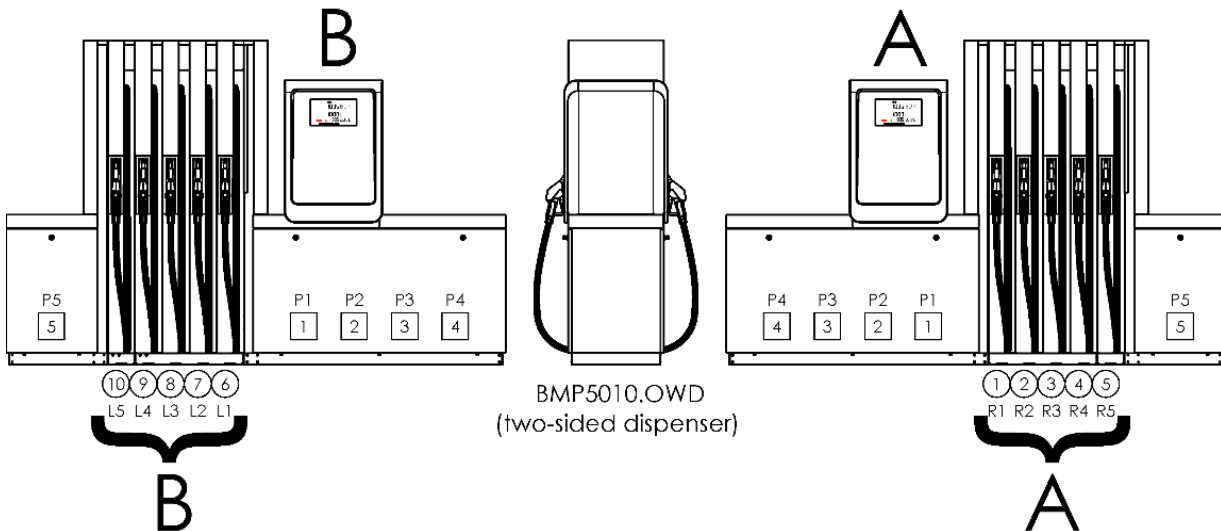

Abbildung 24 – Beispiel für eine standardmäßige Zapfsäule mit zwei Abgabestellen A und B (zwei zeitgleiche Abgaben, zwei Hauptanzeigen)
**ANMERKUNG** Die Abgabestelle einer Zapfsäule wird als Ort definiert, an dem eine unabhängige Kraftstoffabgabe (ein Tankvorgang) erfolgen kann. Standardmäßig verfügt eine doppelseitige Zapfsäule über zwei Abgabestellen – A und B (siehe Abbildung 24), eine einseitige Zapfsäule über eine Abgabestelle - A. Es gibt aber auch Varianten von Zapfsäulen, insbesondere kombinierte Zapfsäulen, bei denen auf einer Seite zwei zeitgleiche Tankvorgänge durchgeführt werden können (z. B. Diesel + AdBlue). Die doppelseitige Zapfsäule verfügt dann über vier Abgabestellen A, B, C und D (siehe Abbildung 25) und die einseitige über zwei Abgabestellen A und B. Jede Abgabestelle muss mit einer Haptanzeige ausgestattet sein und kann ein bis fünf Abgabeschläuche bedienen.